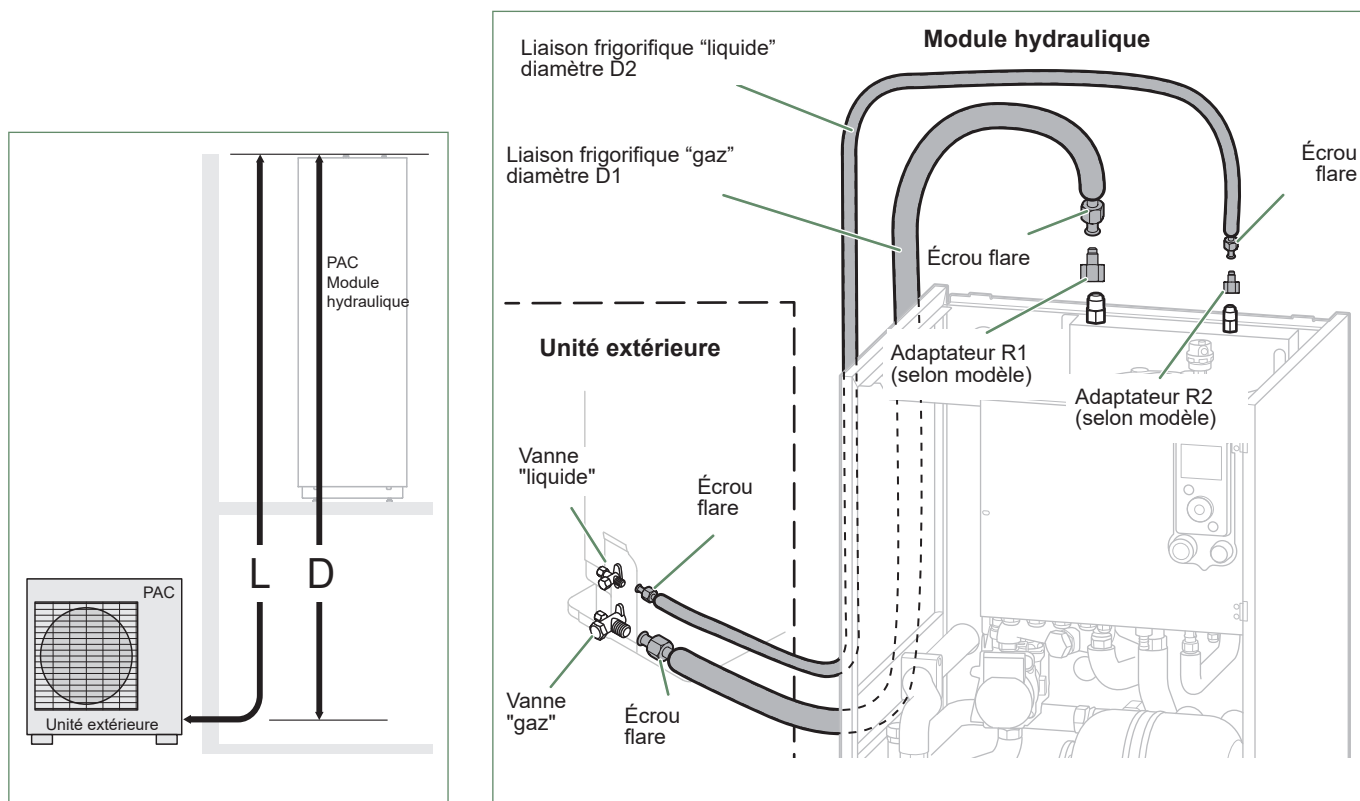

fig. 28 - Raccordement des liaisons frigorifiques (diamètres et longueurs permises)
- Suivant le cas, raccorder un adaptateur (réduction) 1/4" - 3/8" ou 1/2" - 5/8" (voir *fig. 28*).